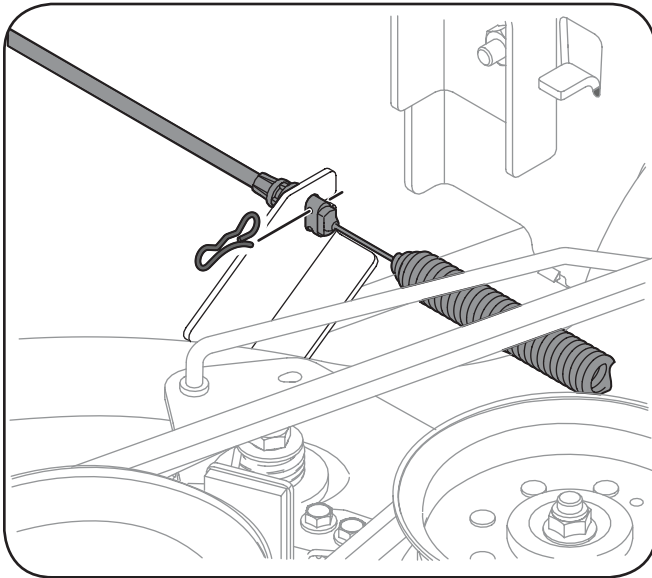

Figura 7-4
- Extraiga con cuidado el cable de la potencia de arranque (PTO) de la parte posterior de la plataforma de corte retirando el pasador de horquilla que lo fija. Retire el resorte del soporte de polea loca de la plataforma. Vea la Figura 7-4.